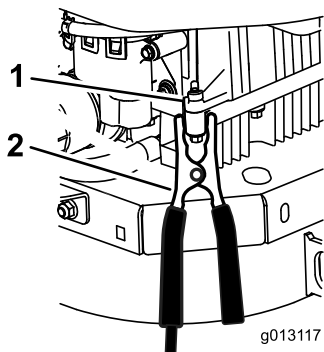

Figura 49
6. Eseguite il collegamento finale sul blocco motore della macchina in stallo (non sul polo negativo della batteria), lontano dalla batteria e arretrate (Figura 49).